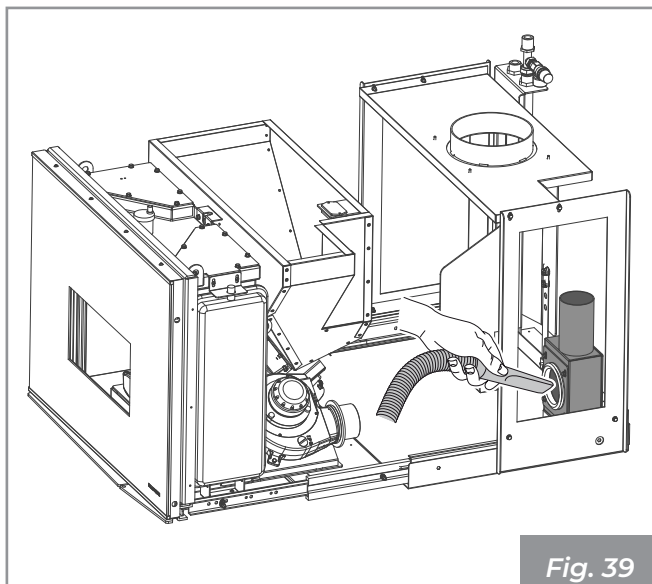

Fig. 39
- use una aspiradora para remover los residuos en el interior del T (**Fig. 39**).